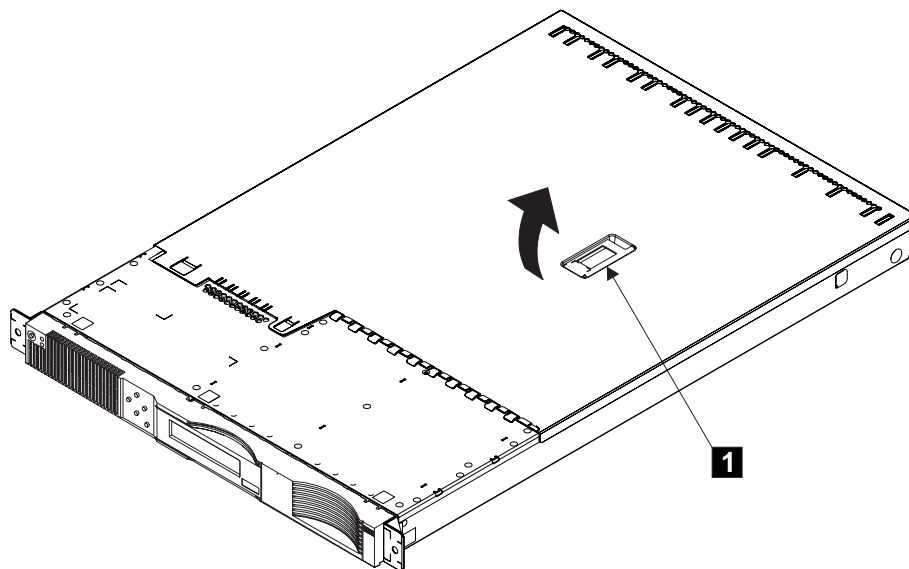

図 94. 上部カバーの取り外し
3. レバー (図 94 の **1**) を上げます。このアクションで、上部カバーが後方に約 13 mm (0.5 インチ) 移動します。